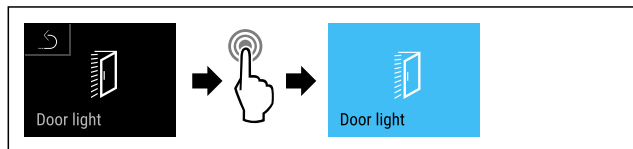

Fig. 73
- ▶ Efectuați pașii de acțiune (vezi Fig. 73) .